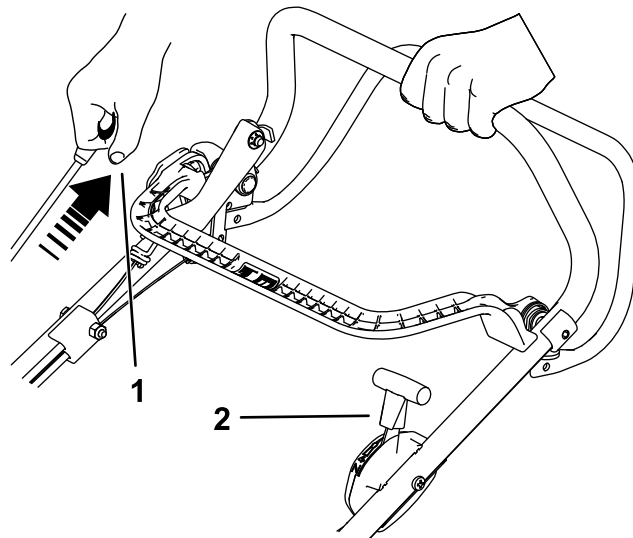

図 15
2. リコイルスタータハンドルを、抵抗を感じるころまでゆっくり引き上げ、その位置から力強く一騎に引く。チョーク設定の場合は、エンジンが始動したら、スロットルをゆっくりと高速設定に戻す 図 15